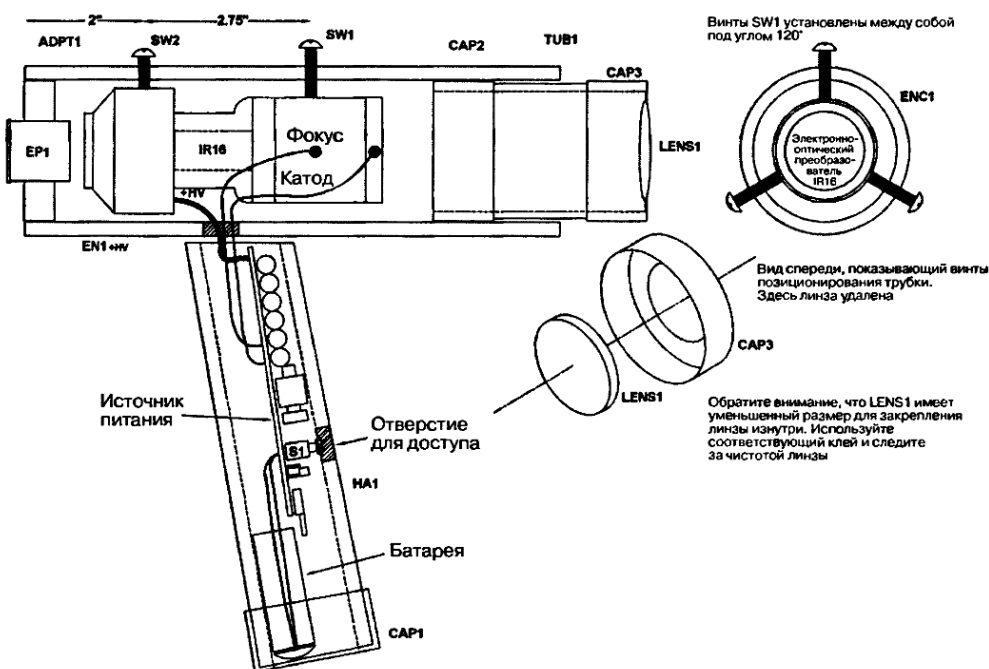

Рис. 23.4. Вид устройства, показывающий внутреннее строение в рентгеновских лучах
3. Изготовьте корпус EN1 из трубки PVC длиной 17,78 см с внутренним диаметром 6,03 см. Обратите внимание на отверстие около рукоятки HA1 для подвода проводов высокого напряжения к трубке от платы источника питания и отверстия для фиксации и центровки трубки с резьбой $\frac{1}{4}$ –20 (рис. 23.4). Три отверстия расположены по радиусу под углом 120° .